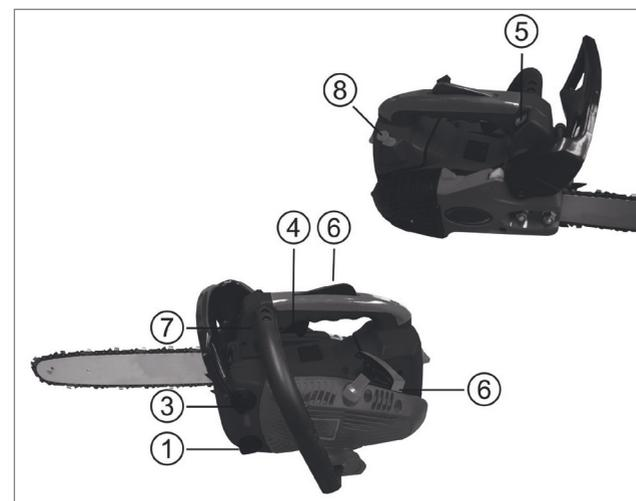

Рис. 10 Органы управления, необходимые для запуска бензопилы
1. Заполните топливный бак 3 (Рис. 10) свежеприготовленной топливной смесью.
2. Заполните масляный бак 1 (Рис. 10) чистым маслом для смазки цепи.
5. Прокачайте топливо через карбюратор. Для этого нажимайте (примерно 5-10 раз) на ручной топливный насос 7 (Рис. 10) до появления в насосе топлива и возникновения сопротивления при нажатии.
6. Установите выключатель зажигания 5 (Рис. 10) в положение «I».
7. Закройте воздушную заслонку карбюратора. Для этого вытяните рычаг 8 (Рис. 10) управления воздушной заслонкой.
9. Выберите свободный ход шнура стартера. Для этого потяните за ручку стартера 2 (Рис. 10) до тех пор, пока не почувствуете сопротивление, затем сильно, но плавно потяните за ручку. Повторите эти действия 3-5 раз до первой вспышки топлива в двигателе. Двигатель не запускается, а сразу глохнет. Плавно, не бросая, верните ручку стартера на место.
10. После первой вспышки откройте воздушную заслонку, для этого нажмите на рычаг 8 (Рис. 10) управления воздушной заслонкой и верните его в исходное положение.
12. Обхватив заднюю рукоятку правой рукой, нажмите рычаг газа 4, одновременно с этим нажав на рычаг блокировки рычага газа 6 (Рис. 10).
13. Отпустите рычаг газа 4 (Рис. 10), при этом двигатель перейдет в режим холостого хода.